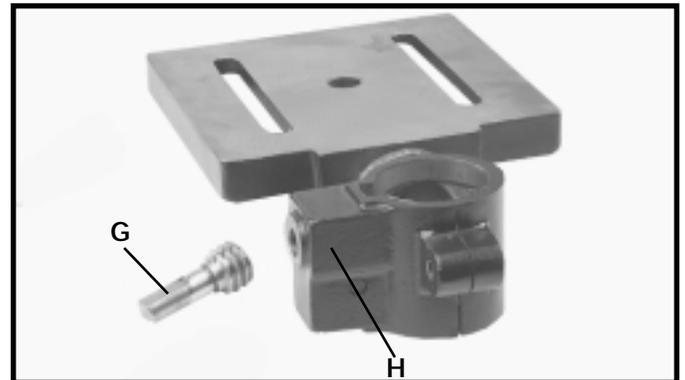

Fig. 4
2. Assurez-vous que la vis sans fin (G) fig. 4 et 5 est bien en place sur le support du plateau (H), comme l'illustre la figure.